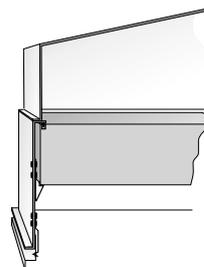

Figure 3. CLH, filtre avec garniture gel.
- Enfoncer les ressorts qui maintiennent le filtre en place – se reporter à la Figure 3. Pour installer un nouveau filtre, mettre délicatement le filtre en place et appuyer pour qu'il s'emboîte dans les ressorts.